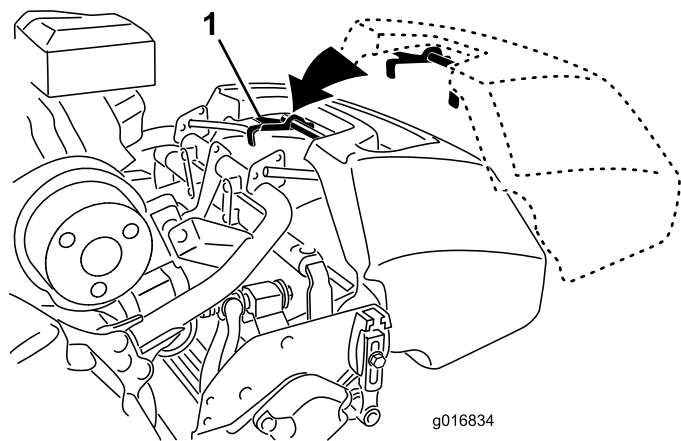

Рисунок 9
1. Возьмитесь за ручку корзины (Рисунок 9).
2. Продвиньте губку корзины между боковыми пластинами режущего блока и над передним валиком (Рисунок 9).
3. Установите крючки корзины над петлями рамы (Рисунок 9).